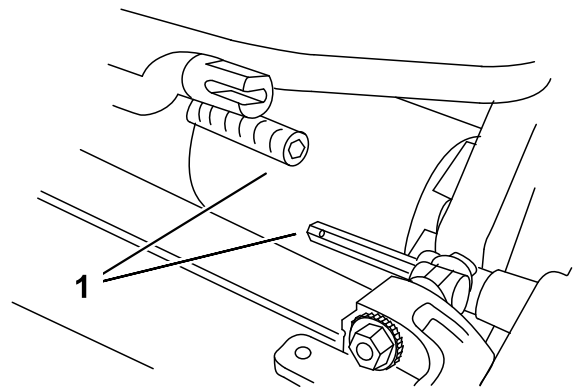

Figure 7
3. Poussez l'unité de coupe sous le groupe de déplacement et vers la gauche pour engager l'accouplement de la transmission (Figure 7).